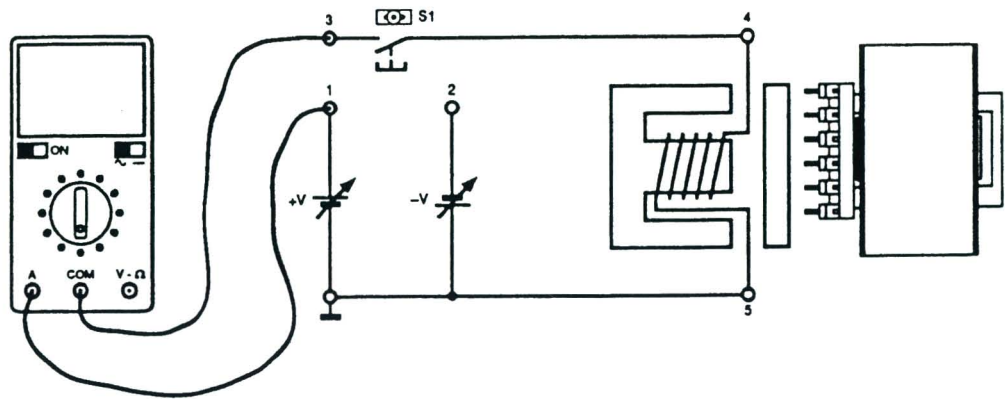

Fig. 6.2a
- 6) Conectar un multímetro, ajustado como amperímetro, entre el jack 1 y el jack 3 (Fig.6.2a)